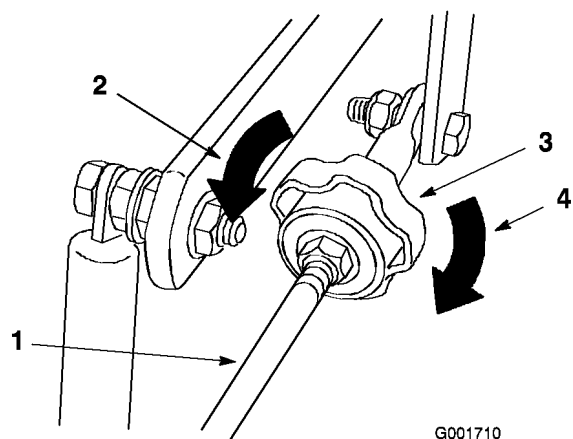

Figura 54
4. Para que la máquina vaya a la derecha, gire el pomo hacia el lado derecho de la máquina. Consulte Figura 54.
5. Para que la máquina vaya a la izquierda, gire el pomo hacia el lado izquierdo de la máquina. Consulte Figura 54.